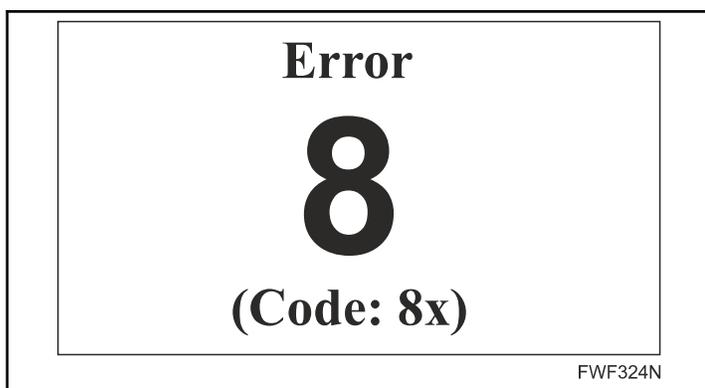

Figure 16
- Si une défaillance de l'interrupteur de pression (flux d'air) ou un changement non-autorisé des paramètres du système d'évacuation externe de la machine survient, le message d'avertissement 8 (Figure 16) s'affiche.